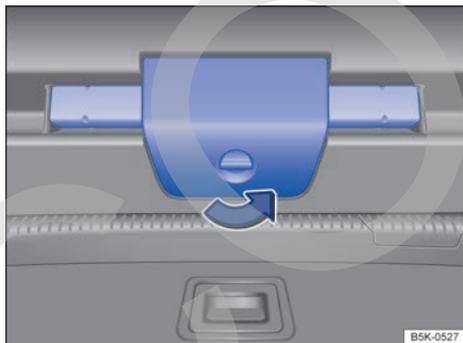

Fig. 69 En el portón del maletero: abrir el soporte del triángulo de preseñalización.
- Gire el cierre del soporte del triángulo de preseñalización 90° en el sentido contrario al de las agujas del reloj → fig. 69 (flecha).